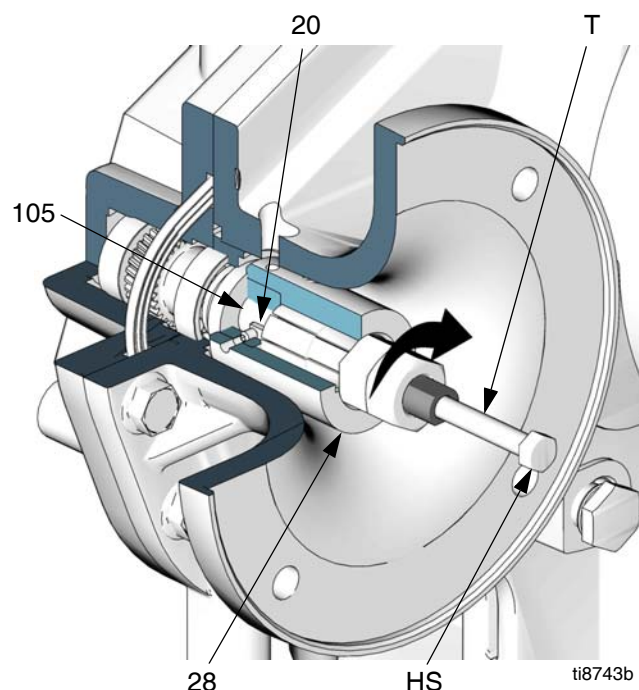

Fig. 24. Smontaggio del giunto del motore
4. Vedere FIG. 24. Allentare entrambe le viti di fermo (31). Inserire l'attrezzo di estrazione (T) nel giunto (28). Girare il dado in senso orario fino al serraggio, quindi estrarre il giunto dall'albero di ingresso del riduttore a ingranaggi (105) girando in senso orario la vite a testa esagonale (HS).
NOTA: Durante la seguente procedura, se l'accoppiatore si separa dall'albero del motore ma rimane attaccato all'albero d'ingresso, utilizzare lo strumento di rimozione accoppiatore 15J827 (T), come illustrato dalla FIG. 24.